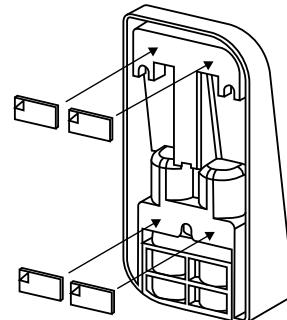

Fig. 7
- ② Collez les coussinets adhésifs joints aux positions représentées sur le plan et retirez les pellicules de support (Fig. 7).